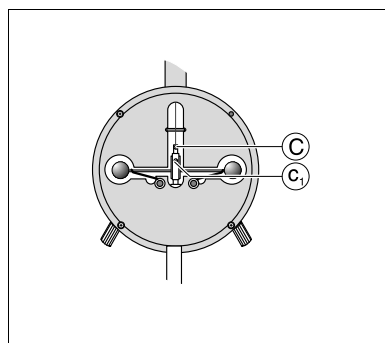

Fig. 8.7
- Wait until the torsion band has settled and, if necessary, use the levelling screws on the stand base to align the torsion band so that the end piece (C) hangs vertically above the hole.
- Beruhigung des Torsionsbandes abwarten und erforderlichenfalls Torsionsband über die Stellschrauben des Stativfußes so ausrichten, daß das Endstück (C) lotrecht über der Bohrung (c₂) hängt.
- Bandhalter (B) erneut festhalten und bei gelöster Schraube (b₁) um einige mm absenken, ohne ihn zu verdrehen, bis der abgedrehte Teil von Endstück (C) vollständig in die Bohrung (c₁) gleitet; Bandhalter erst dann loslassen, wenn er durch festes Anziehen der Madenschraube (b₁) (Fig. 8.7) sorgfältig fixiert ist; danach Endstück (C) mit Schraube (c₁) befestigen.
- Loosen screw (b₁). Hold the band holder (B) tightly and lower it a few mm - without twisting it - until the machined part of the end piece (C) has been completely guided into the hole (c₁); do not release the band holder until it has been carefully fixed in place by tightening the grub screw (b₁) (Fig. 8.7); finally fix the end piece (C) with screw (c₁).